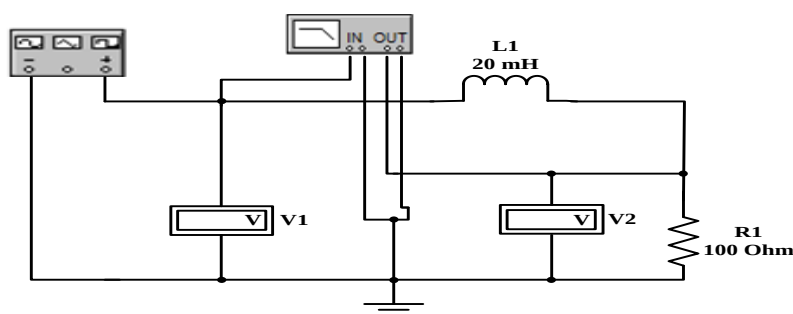

Рисунок 7.5
9.4. Прodelав первую часть лабораторной работы по измерению входных параметров RC цепи, проделайте то же с цепью RL (рисунок 7.5), для этого достаточно вместо емкости включить индуктивность. Удалить емкость можно, нажав на нее правой кнопкой мыши и выбрав пункт Delete. Измерения проводятся аналогичным образом, как и в предыдущей схеме. Результаты измерений запишите в таблицу 7.2. Номиналы: R = 100 Ом; L = 20 мГн.